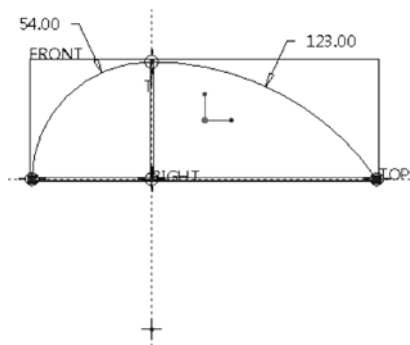

图 7-3 绘制拉伸剖面曲线
- 5 绘制剖面，如图7-3所示，然后单击“确定”按钮，完成草绘并退出草绘器。